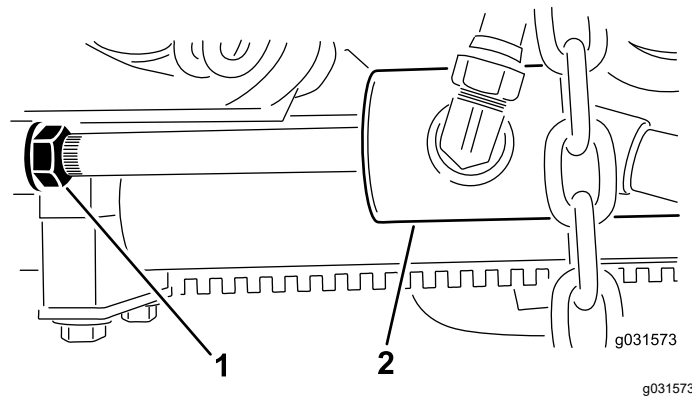

Figure 13
- B. Desserrez l'écrou de blocage sur le vérin (Figure 13).